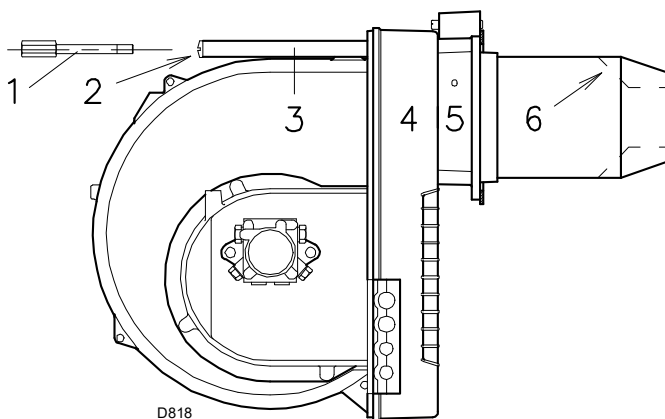

Fig. 13
- Rimontare, infine, il bruciatore 4)(Fig. 13) sulle guide 3) e farlo scorrere fino alla flangia 5), tenendolo leggermente sollevato per evitare che il gruppo stabilizzatore fiamma entri in contrasto con le alette di guida 6) del bocchaglio.
- Avvitare le viti 2)(Fig. 13) sulle guide 3) e la vite 1) che fissa il bruciatore alla flangia.